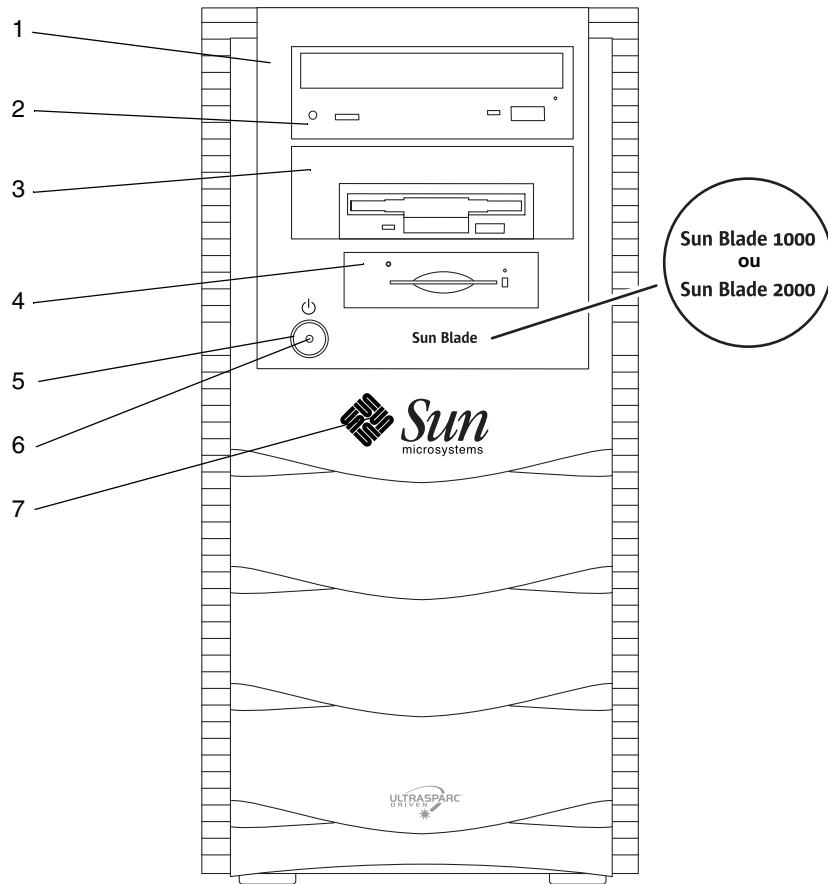

FIGURE 2 Présentation du panneau avant
La liste numérotée figurant ci-dessous correspond aux numéros de légende de la FIGURE 2.
2. Appuyez sur l'interrupteur de marche/arrêt situé sur le panneau avant, puis relâchez-le (reportez-vous à la FIGURE 2).